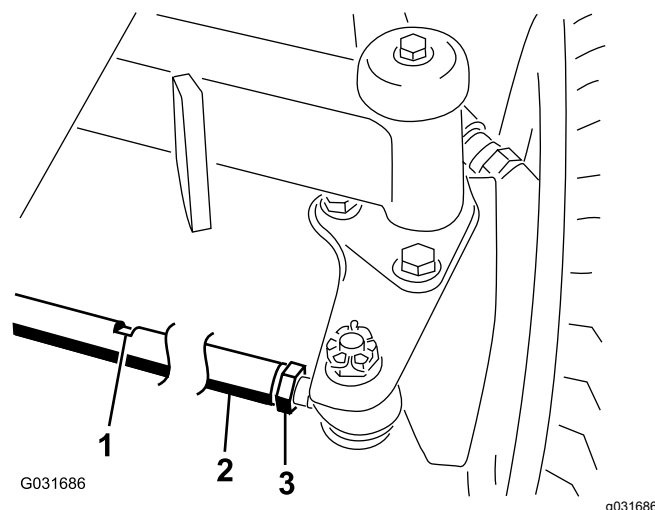

Figura 68
2. Allentate il controdado da ciascun lato del tirante (Figura 68).